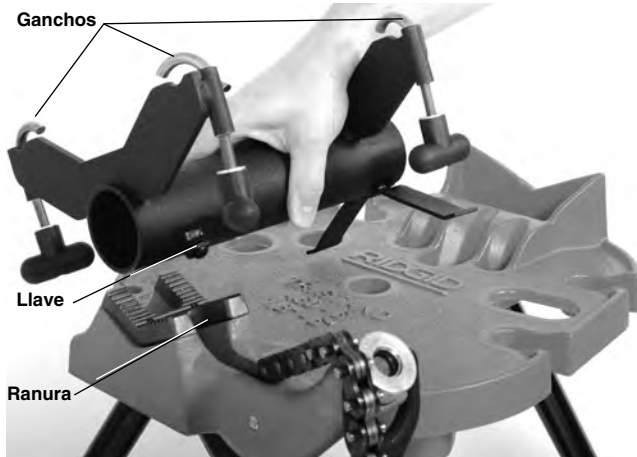

Figura 8 – Cómo montar el adaptador en la prensa de tornillo
2. Coloque el cuerpo cilíndrico del adaptador en la quijada en V de la prensa, como se muestra en la Figura 8. Coloque la llave en la ranura de la quijada de la prensa para fijar la correcta posición y estabilidad.